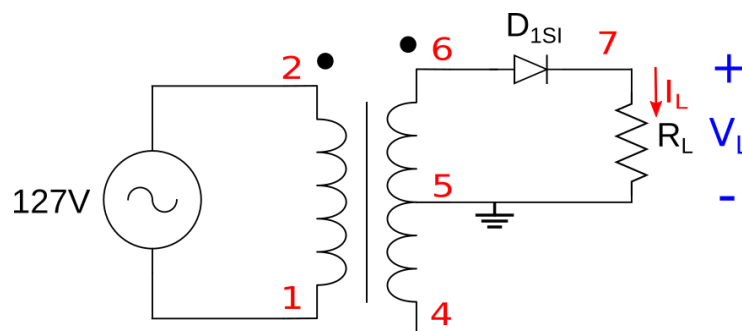

Figura 4: Circuito 1 - retificadora meia onda com o terminal catodo voltado para a carga.
- 4.1. Calcule os valores solicitados pela Tabela 4 para o circuito da Figura 4. **Use os valores medidos** informados na Tabela 3. Apresente os cálculos considerando a tensão direta do diodo, para esse cálculo consulte a Tabela 1.
Tabela 4: Cálculo das tensões máxima, média e eficaz na carga para o circuito 1 - Figura 4
- 4.2. Monte o circuito 1 indicado na Figura 4, usando o valor de R_L especificado no moodle.
- 4.7. No mesmo circuito da Figura 4, utilize o MD para efetuar as medidas solicitadas pela Tabela 5.